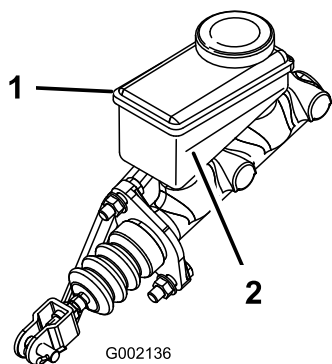

Рисунок 69
5. Проверьте уровень жидкости в боковой части бачка (Рисунок 69).
- B. Доливайте тормозную жидкость DOT 3 в бачок, пока ее уровень не будет выше отметки «Минимум» (Рисунок 69).